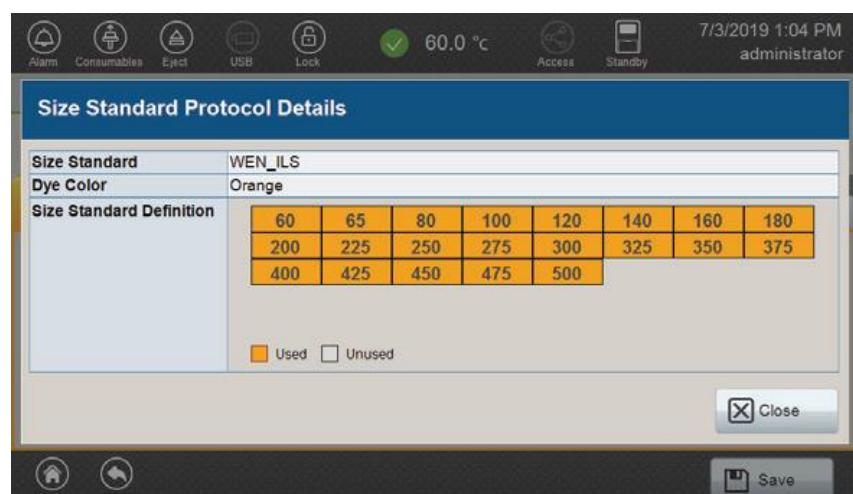

図 129 New Sizecalling Protocol 画面の Size Standard Protocol Details
| Size Standard  | <p>Sizing quality (SQ) と電気泳動の quality (EQ) を計算するときは、Sizecalling protocol で使用する Size standard (図 129) を定義し、sizecalling protocol で使用する size standard 内のピークを指定します。SQ や EQ を定義づけるためには、セクション 5.7 の Result タブを参照してください。</p> <p>注：選択した Size standard は、サンプルとして使用されるものと一致しなければなりません。</p>   |
4. **Detail** を選択し、Size Standard Protocol のパラメーターを確認してください。（図 129）